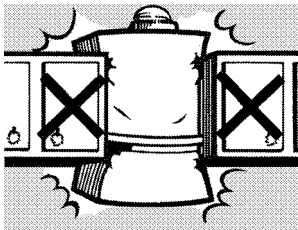

Fig. 11
- Laisser de part et d'autre de l'appareil un espace de 15 cm minimum pour le démontage des panneaux latéraux et l'accès lors des opérations d'entretien, et pour assurer le bon fonctionnement de l'antirefouleur (fig. 11).